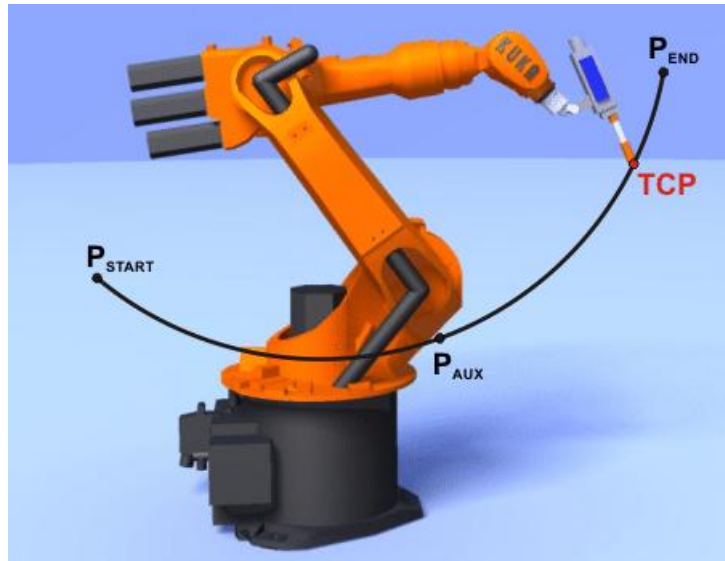

Рис.8.9 CIRC движение.
3. CIRC - круговое движение с определенной скоростью и ускорением по круговой траектории или части круговой траектории (Рис.8.9). Используя начальную точку робота (определяется как конечная точка в предыдущей